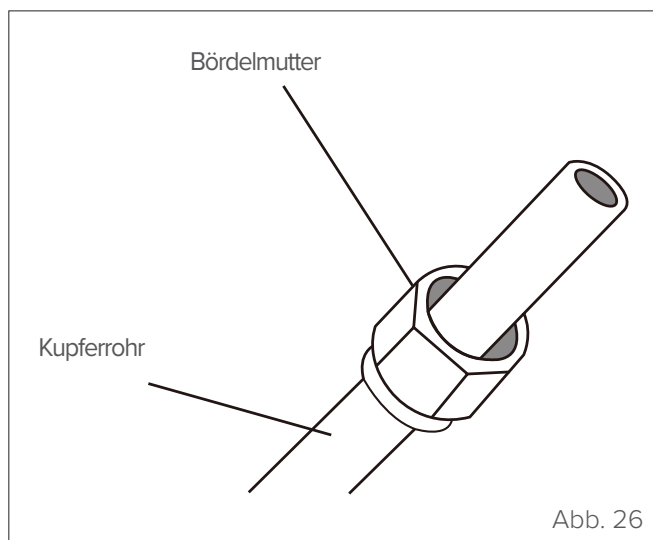

Abb. 26
- 3 An beide Rohrenden Bördelmuttern ansetzen. Sicherstellen, dass sie in die richtige Richtung zeigen, denn sie können nach dem Bördeln nicht mehr abgenommen und umgedreht werden, (siehe „Abb. 26“).